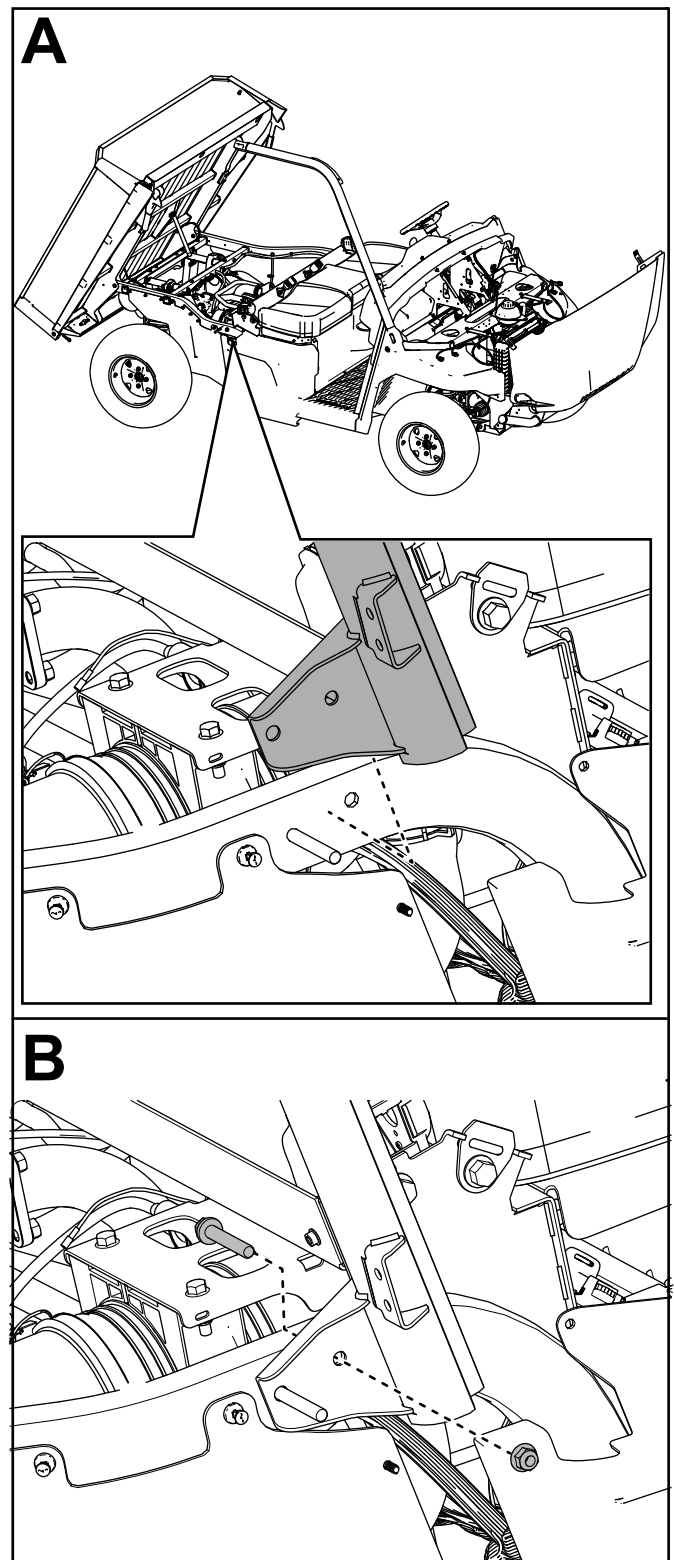

**Figure 12**
5. Fixez légèrement la barre arrière droite de l'arceau de sécurité sur le tube arrière droit du cadre à l'aide de 1 boulon à embase ( $\frac{3}{8}$ " x  $2\frac{1}{4}$ " ) et de 1 contre-écrou ( $\frac{3}{8}$ " ), comme montré à la Figure 12.